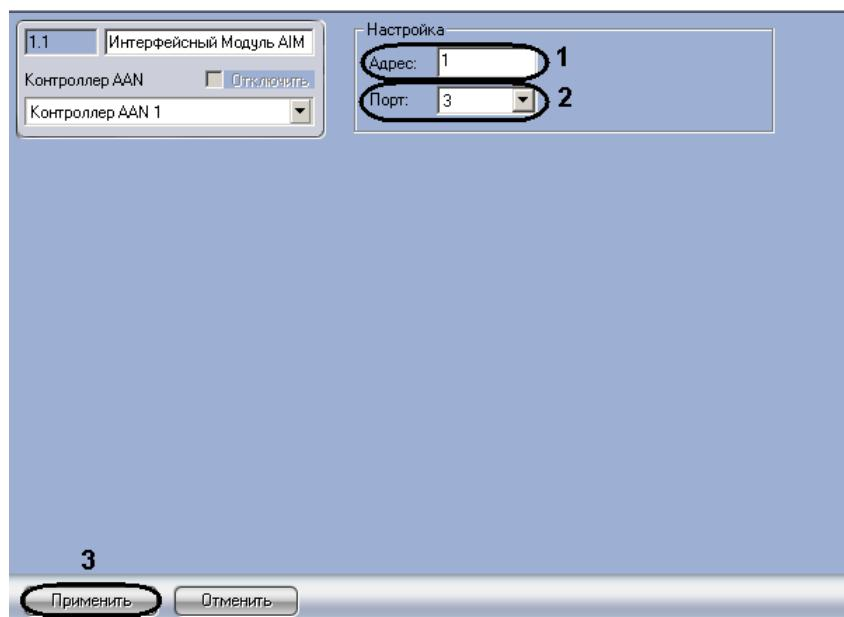

Рис. 3.4-2 Панель настроек объекта Интерфейсный Модуль AIM
1. Перейти на панель настроек объекта **Интерфейсный Модуль AIM** (Рис. 3.4-2).
2. Ввести в поле **Адрес**: уникальный адрес интерфейсного модуля AIM (см. Рис. 3.4-2, 1).
3. Из раскрывающегося списка **Порт**: выбрать порт подключения интерфейсного модуля AIM (см. Рис. 3.4-2, 2).
4. Для сохранения изменений нажать кнопку **Применить** (см. Рис. 3.4-2, 3).